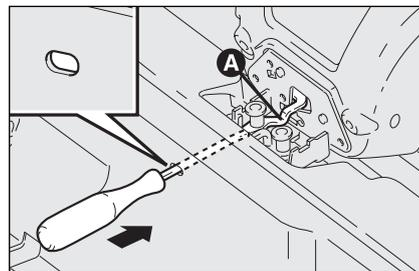

fig. 91
- prelevare il cacciavite dal contenitore attrezzi ed introdurlo all'interno del foro ricavato sulla traversa posteriore del bagagliaio (vedere **fig. 91**);
- agire, mediante il cacciavite, sul dispositivo **A-fig. 91** in modo da consentire l'apertura del bagagliaio.